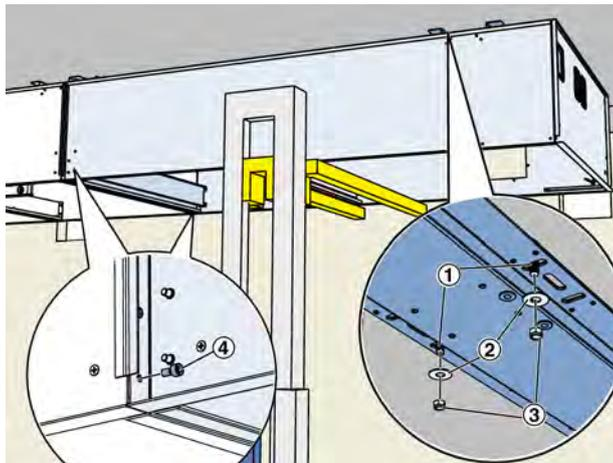

Abb. 33: Bauteil 2 neben Bauteil 1 positionieren
Zargenbauteil 2 mit dem Lift wieder an die Montageposition fahren und an den Gewindestangen (Abb. 33 /1) mit Karosseriescheiben (Abb. 33 /2) und selbstsichernden Muttern (Abb. 33 /3) befestigen, so dass es noch etwas bewegt werden kann.
7. ▶ Beide Zargenbauteile fluchtend ausrichten und mit sechs Schrauben M5x10 (Abb. 33 /1) verbinden.